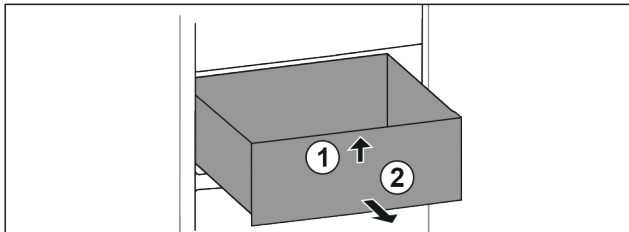

Fig. 97
- ▶ Levante el cajón por delante. Fig. 97 (1)
- ▶ Extraiga el cajón hacia delante. Fig. 97 (2)